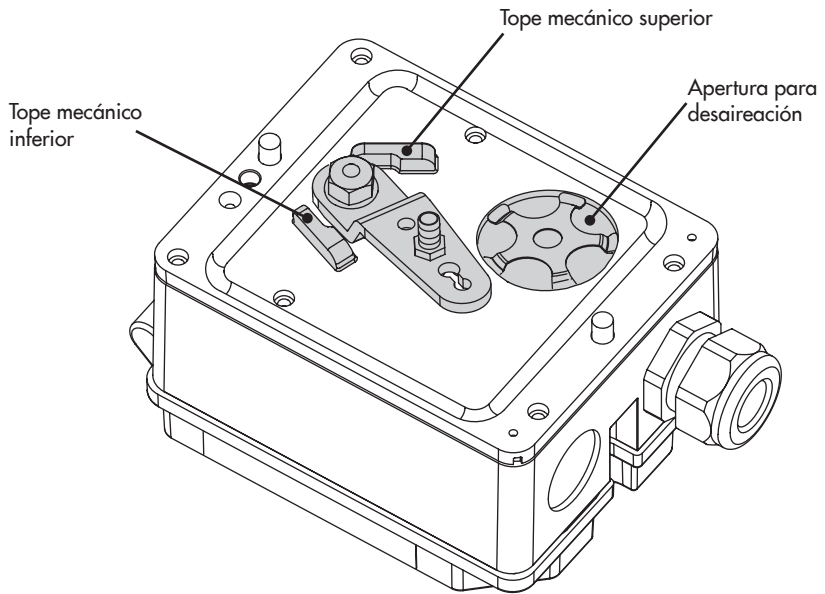

Fig. 4: Topes mecánicos y apertura para desaireación
→ **¡No montar el posicionador con la apertura de desaireación hacia arriba (fig. 4)!**
1. Mover la palanca al tope mecánico inferior (ver fig. 4) y mantenerla allí, soltar y quitar la tuerca con una llave de ancho 10.